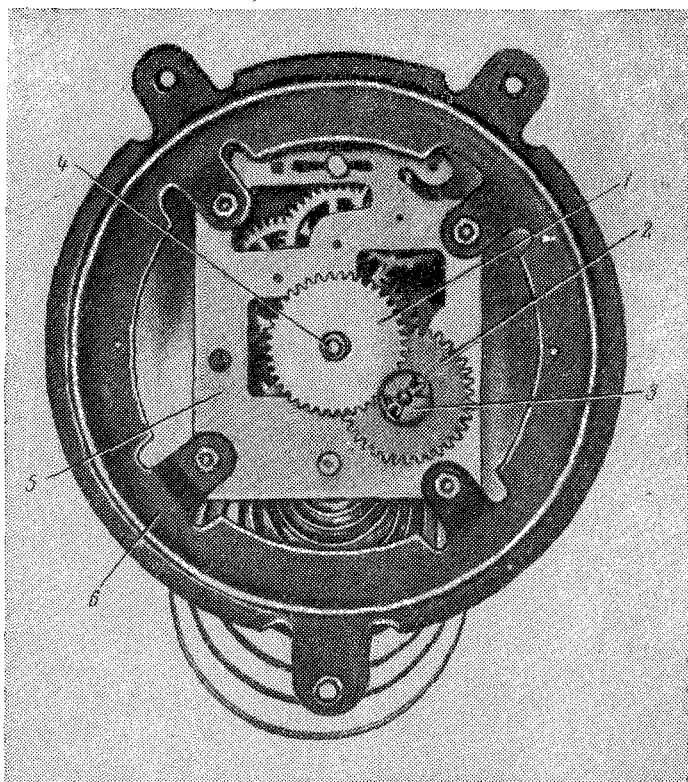
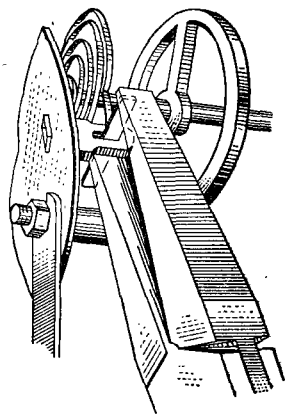

Рис. 22. Подциферблатная платина механизма (узел стрелочной передачи):
Рис. 29. Закрепление наружного конца волоска в колонке штифтом
**Узел стрелочной передачи** (рис. 22) состоит из минутной
После этого снимают на подциферблатной платине (см. рис. 22) часовое 1 и вексельное 2 колеса. Чтобы снять вексельное колесо, надо вначале снять замковую шайбу 3. Детали положить на разборную карту — часовое колесо на клетку в, вексельное колесо и замковую шайбу на клетку г. Минутную трибку не снимать с механизма.
чтобы импульсный штифт находился в пазу между рожками вилки и стоял прямо против вилки: это необходимо для обеспечения ритмичного хода. Между осью баланса и боковой частью анкерной вилки с обеих сторон должен быть одинаковый зазор. Затем наружный конец волоска пропускают между штифтами регулятора (градусника) и закрепляют в отверстии колонки штифтом (рис. 29). Импульсный штифт баланса должен находиться в центре паза вилки. Такое положение достигается передвижением колодки на оси баланса или передвижением волоска в колодке. Волосок должен находиться в одной плоскости, т. е. ни один из витков не должен выступать выше или ниже. Во время хода волосок не должен упираться в близлежащие детали, в том числе и виток в виток. Затем на подциферблатной платине (см. рис. 22) устанавливают вексельное колесо 2, на ось минутной трибки надевают часовое колесо 1 и закрепляют вексельное колесо замковой шайбой 3. Проверяют,
Затем закрепляют волосок в колонке. Для этого в прорезь градусника заводят первый виток волоска, а наружный конец вставляют в отверстие колонки и закрепляют штифтом (см. рис. 29).